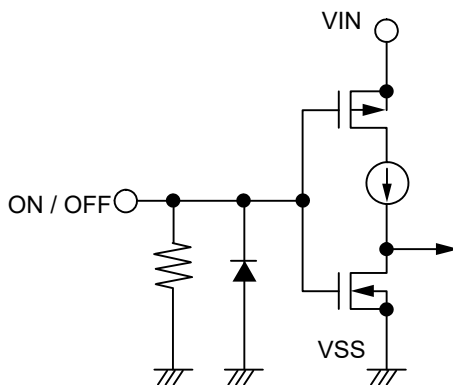

图11
ON / OFF端子的结构如图11所示。
*2. 将ON / OFF端子连接到VIN端子上进行工作时，S-19253xxxH系列的消耗电流中，流入下拉电阻中的电流流量会增多，务请注意 (请参阅图11)。